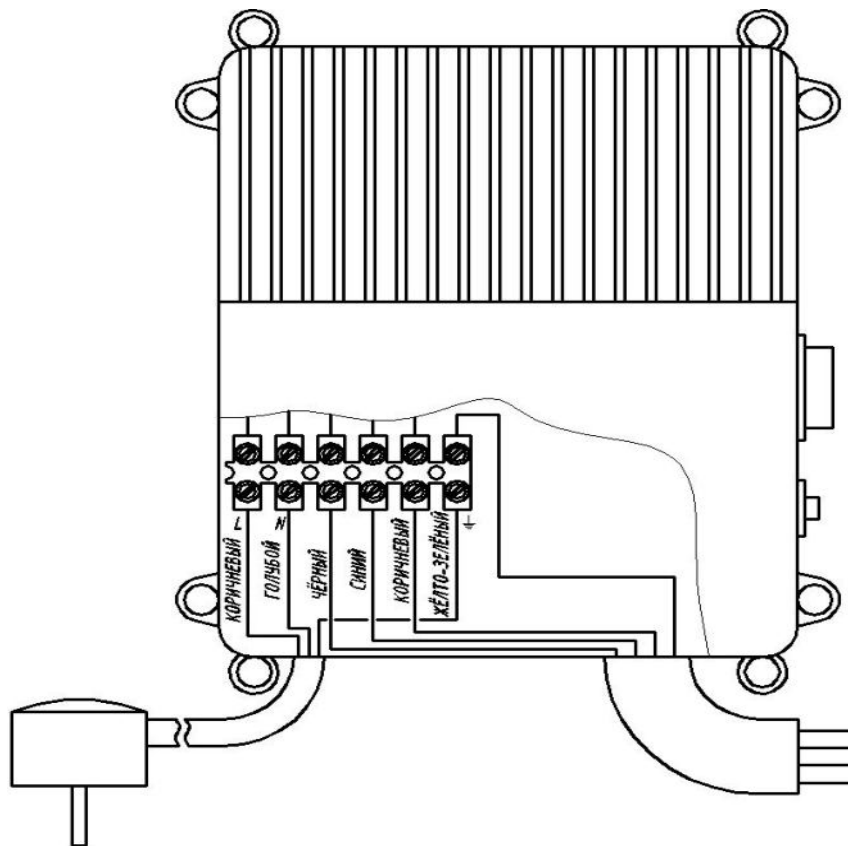
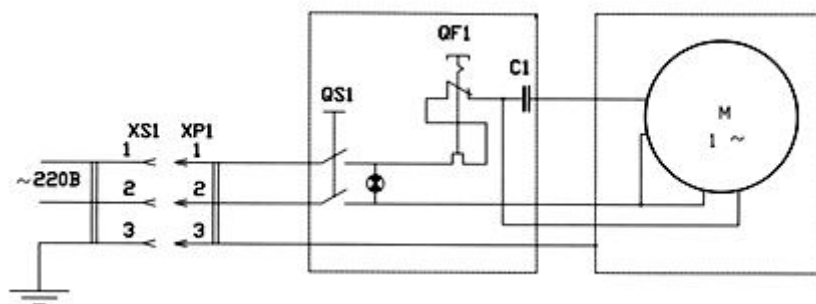

Рис.3
Рис.4
4.3 Пускозащитное устройство внутри имеет клеммную колодку рис.3 для подключения проводов кабеля с обозначениями, соответствующими схеме электрической принципиальной рис.4.
4.4 Соединение агрегата с питающей сетью осуществляется посредством штепсельной вилки с заземляющим контактом. Схема электрическая принципиальная показана на рис. 4
6.3.1 Выводные концы электродвигателя соединить пайкой или гильзами с токоподводящим проводом (провода установочные для водопогружных электродвигателей КВВ 3х1,0+1х1,0 ТУ16.К13-035-2004 (для двигателей мощностью не более 1кВт) и КВВ 3х2,5+1х2,5 ТУ16.К13-035-2004 (для двигателей мощностью более 1кВт) или аналогичным проводом) и тщательно заизолировать полихлорвиниловой лентой в 7-8 слоев в полнахлеста на длине 12-15 см или с помощью термоусадочной трубки с внутренним клеевым слоем. Выкрутить четыре винта пускозащитного устройства, снять крышку и вставить в отверстие в основании свободный конец токопроводящего провода аналогично сетевому проводу. Провода вставить в клеммную колодку в соответствии с рис. 3 и закрепить в ней винтами, затем установить крышку на место.